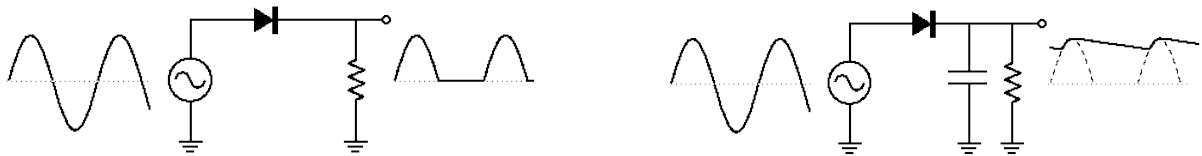

Figure 4: Circuits de redressement demi-onde.
1. Montez le circuit de la figure 4 de gauche ($R = 1\text{k}\Omega$), produisez un signal d'entrée sinusoïdal avec le générateur d'onde, et observez le signal de sortie.
2. Modifiez le circuit en ajoutant un condensateur de $5\text{ }\mu\text{F}$ (figure 4 de droite). Observez le signal de sortie en choisissant la fréquence du signal d'entrée de façon à pouvoir observer l'ondoiement (comme montré à la figure 4 de droite), et expliquez pourquoi $V_{out}^{max} < V_{in}$. [Indice: essayez avec une onde carrée!]